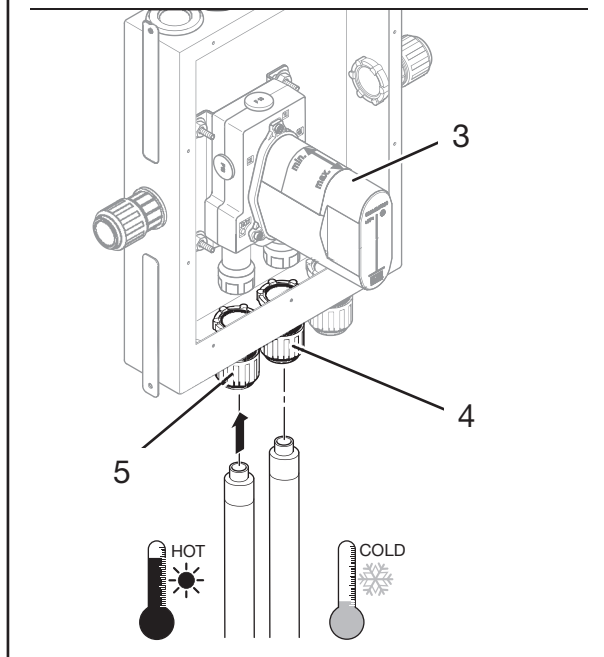

Fig. 6: Varm- och kallvatteninstallation
1. Ta bort den röda tätningssluggen (fig. 6/2) från varmvattenanslutningen på produkten (fig. 6/3) med hjälp av en spårskruvmejsel.
2. Dra media- och skyddsroret genom skruvkopplingen på inbyggnadslådan (fig. 6/5).
3. Anslut mediaröret till varmvattenanslutningen på produkten (fig. 6/3) enligt rör- och kopplingstillverkarens anvisningar.
4. Dra åt skruvkopplingen (fig. 6/5) på skyddsrorsgenomföringen på inbyggnadslådan enligt Joramarks monteringsanvisning.
1. Ta bort den blå tätningssluggen (fig. 6/1) från kallvattenanslutningen på produkten (fig. 6/3) med hjälp av en spårskruvmejsel.
2. Dra media- och skyddsroret genom skruvkopplingen på inbyggnadslådan (fig. 6/4).
3. Anslut mediaröret till kallvattenanslutningen på produkten (fig. 6/3) enligt rör- och kopplingstillverkarens anvisningar.
4. Dra åt skruvkopplingen (fig. 6/4) på skyddsrorsgenomföringen på inbyggnadslådan enligt Joramarks monteringsanvisning.